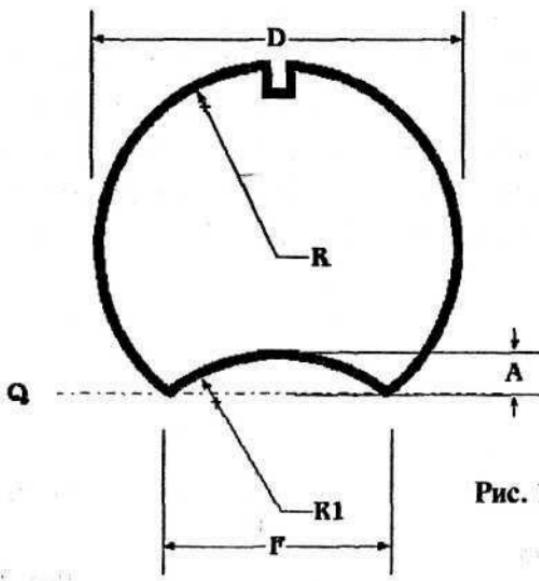

Рис. 1
4. Не желательно отклонение диаметра изделия (D) более чем на 5 мм от номинального диаметра, указанного в спецификации. Контрольные замеры диаметра должны производиться при помощи кронциркуля у каждого изделия по всей его длине (см. рис. 1).
7. Не желательно нарушение продольной геометрии изделия (винт). Ребра теплового замка должны лежать в одной плоскости (Q). Контрольные замеры производятся на каждом изделии. При этом изделие укладывается на ровную горизонтальную поверхность тепловым замком, обращенным вниз. После этого с помощью линейки измеряются зазоры (G) между ребрами теплового замка и поверхностью, на которой лежит изделие. Зазоры не должны превышать 3 мм (*см. рис. 1,3*).
8. Ширина теплового замка (F) должна быть равна радиусу (R) изделия. Не желательно отклонение ширины теплового замка более чем на 5 мм. Контрольные замеры должны производиться при помощи линейки у каждого изделия по всей длине теплового замка (*см. рис. 1*).
9. Радиус дуги теплового замка (R1) должен быть равен радиусу (R) изделия (*см. рис. 1*).
10. Не желательно отклонение глубины теплового замка более чем на 5 мм по всей длине изделия. Контрольные замеры производятся при помощи рейки и линейки у каждого изделия по всей его длине (*см. рис. 1*).